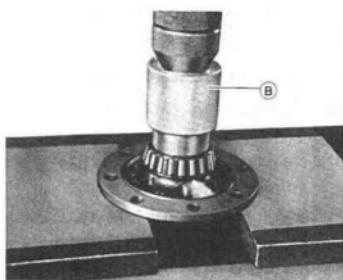

图 13-21
(10) 在差速器壳两端轴径上，用专用工具压入差速器轴承内圈，见图 13-21。